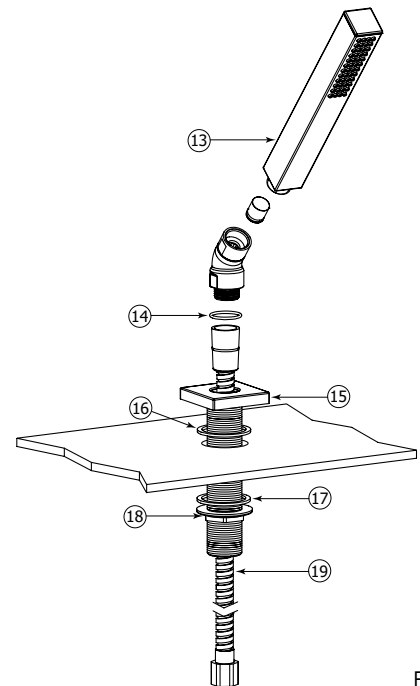

Fig.5
Insert the one-piece base (decorative flange, threaded rod (15) and o-ring (16)) into the deckmount hole. Secure with supplied tie-down kit (17 and 18) (see Fig.5).
Insérer la base de douchette (rosace décorative et tige filetée (15)) dans le trou de la surface en incluant la rondelle (16). Ensuite fixer la base avec l'écrou (18) et la rondelle en caoutchouc (17) (voir Fig.5).